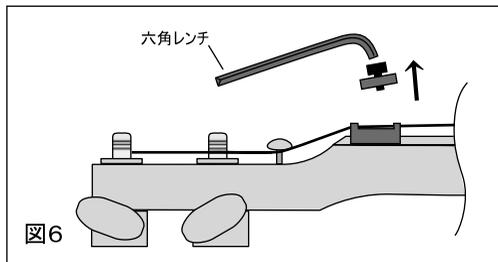

図6
- ・交換したい弦に該当するロッキングナット/クランプスクリューを緩め、クランプスクリューとロックパッドともに外します。(図6)